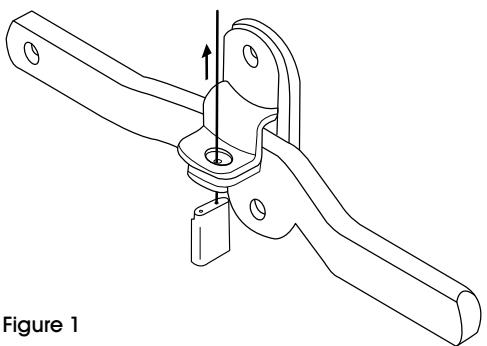

Figure 1
3. Insert long end of cable through hasp. (See Figure 1)
3. Insérez cette longue extrémité de câble à travers le moraillon. (Voir Figure 1)